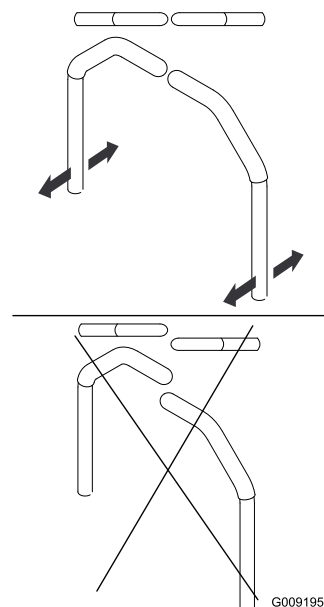

Figure 82
4. Réglez l'alignement avant/arrière des leviers en les plaçant tous deux à la position **POINT MORT**, puis faites-les coulisser jusqu'à ce qu'ils soient alignés, et serrez les boulons (**Figure 82**).